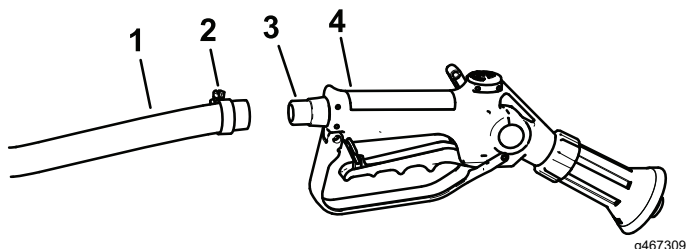

Figura 52
2. Ligue extremidade livre da tubagem longa à união da pistola de pulverização (Figura 52).